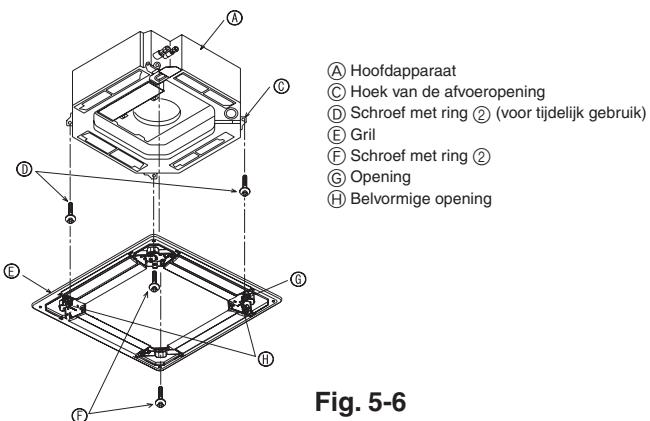
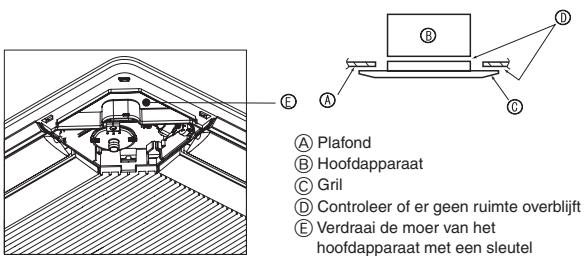

Fig. 5-6
Fig. 5-7
5.4.2. Tijdelijke installatie van de gril (Fig. 5-6)
- Zet de gril tijdelijk vast met behulp van de belvormige openingen, door de hoek van de afvoeropening van het hoofdapparaat op een lijn te brengen met de opening van de gril die is aangegeven met ⑥.
5.4.3. Vastzetten van de gril (Fig. 5-7)